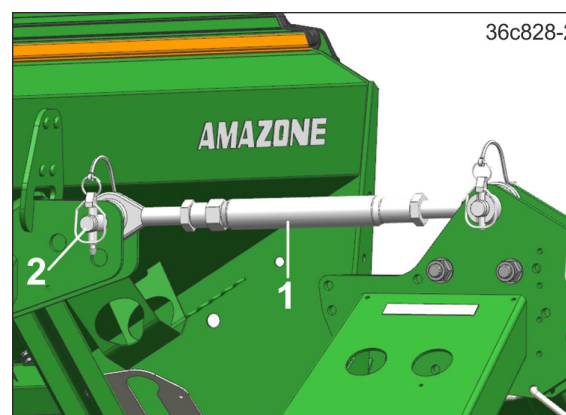

Fig. 96
6. Fixer le bras supérieur (Fig. 96/1) avec 2 axes de bras supérieur (Fig. 96/2) sur l'outil de préparation du sol et le semoir compact.